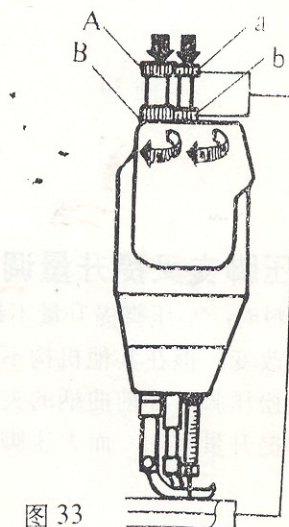

图 33
6.4 压脚压力的调节 (见图 33)
压脚的压力, 要根据缝料的性质和厚度加以调节。调节时先旋松调压螺钉锁紧螺母 B, 如缝纫厚料, 而应增加压力时, 应将机头顶部的调压螺钉 A 按图 33 所示箭头方向转动; 反之缝纫薄料而应减轻压脚的压力时调压螺钉 A 应按相反方向转动。妥善调节后旋紧调压螺钉锁紧螺母 B。